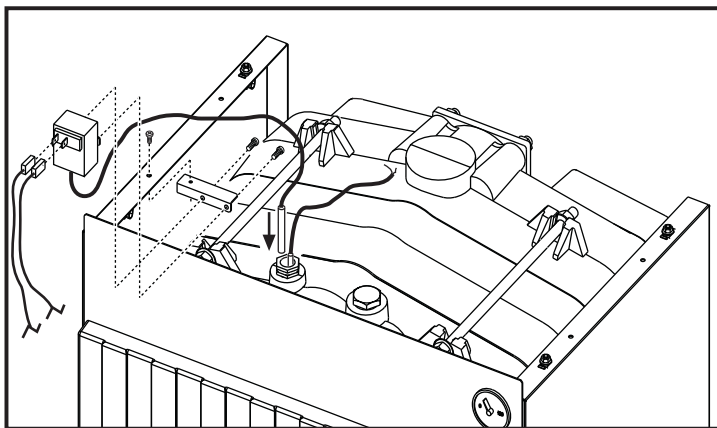

fig. 12
- Fixați cadrul și termostatul așa cum se arată în fig. 12.